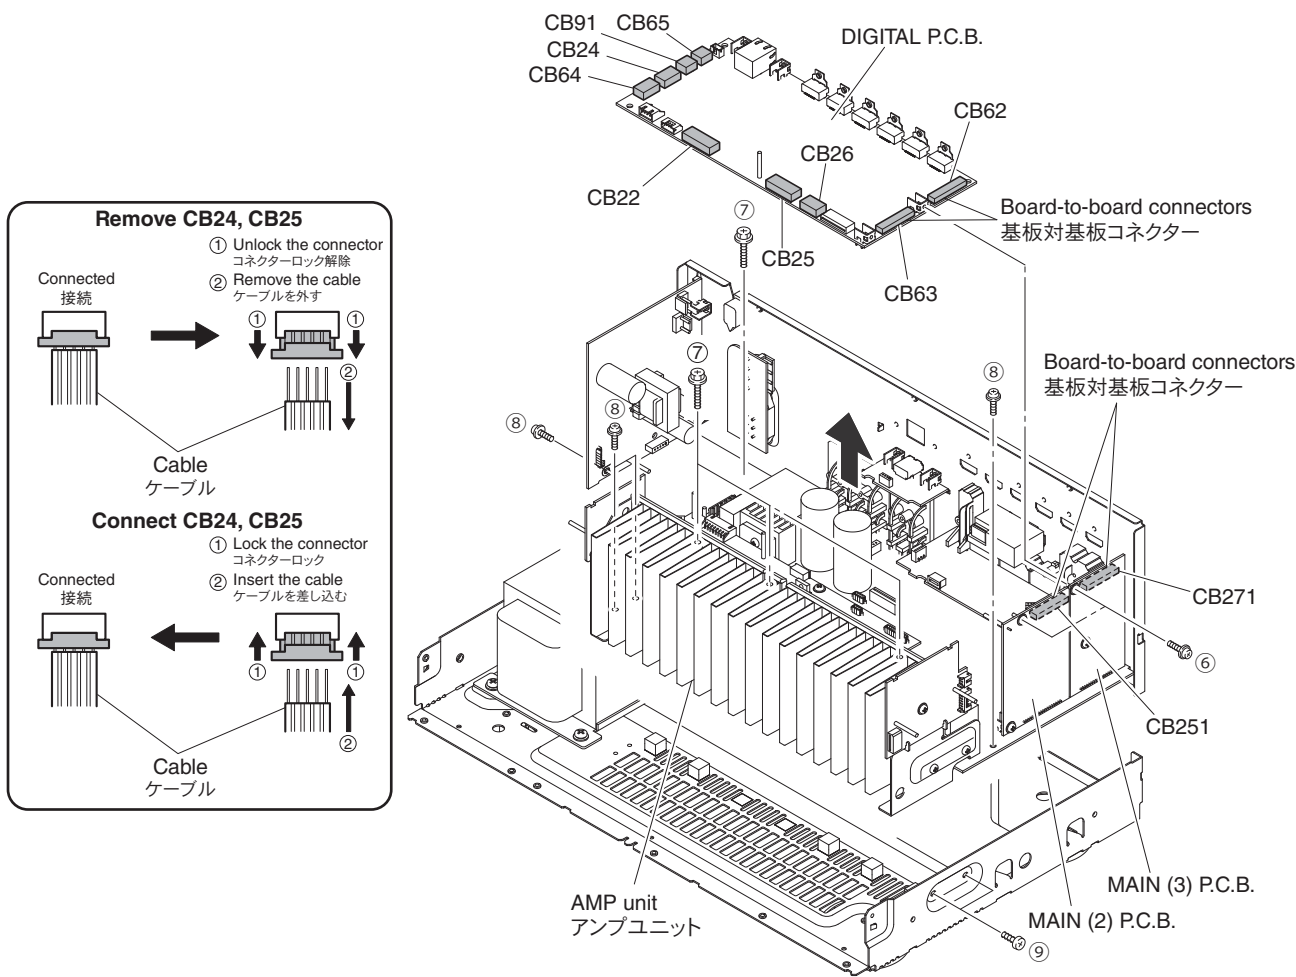

Fig. 2
- b. Remove 2 screws (⑥). (Fig. 2)
- c. Remove CB22, CB26, CB64, CB65 and CB91. (Fig. 2)
- d. Unlock and remove CB24 and CB25. (Fig. 2)
- e. Remove the DIGITAL P.C.B. which is connected directly to the MAIN (2) P.C.B. and MAIN (3) P.C.B. with board-to-board connectors. (Fig. 2)
- b. ⑥ のネジ 2 本を外します。(Fig. 2)
- c. CB22、CB26、CB64、CB65、CB91 を外します。(Fig. 2)
- d. ロックを外し、CB24、CB25 を外します。(Fig. 2)
- e. DIGITAL P.C.B. を外します。ただし、DIGITAL P.C.B. は MAIN (2) P.C.B.、MAIN (3) P.C.B. に基板対基板コネクタで直接接続されています。(Fig. 2)
- a. Remove 4 screws (⑦), 4 screws (⑧) and 2 screws (⑨). (Fig. 2)
- c. Remove the amp unit. (Fig. 2)
- a. ⑦ のネジ 4 本、⑧ のネジ 4 本、⑨ のネジ 2 本を外します。(Fig. 2)
- c. アンプユニットを外します。(Fig. 2)